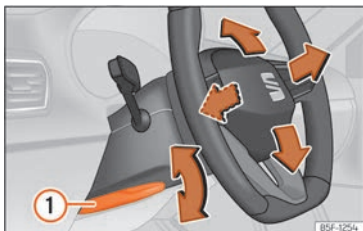

Abb. 86 Hebel auf der linken unteren Seite der Lenksäule.
- Hebel >>> [Abb. 86] ① nach unten schwenken, Lenkrad in die gewünschte Position bringen und Hebel wieder bis zum Schließpunkt nach oben drücken.
- Den Hebel >>> [Abb. 86] ① nach dem Einstellen immer fest nach oben schwenken, damit das Lenkrad während der Fahrt nicht unbeabsichtigt seine Position verändert.